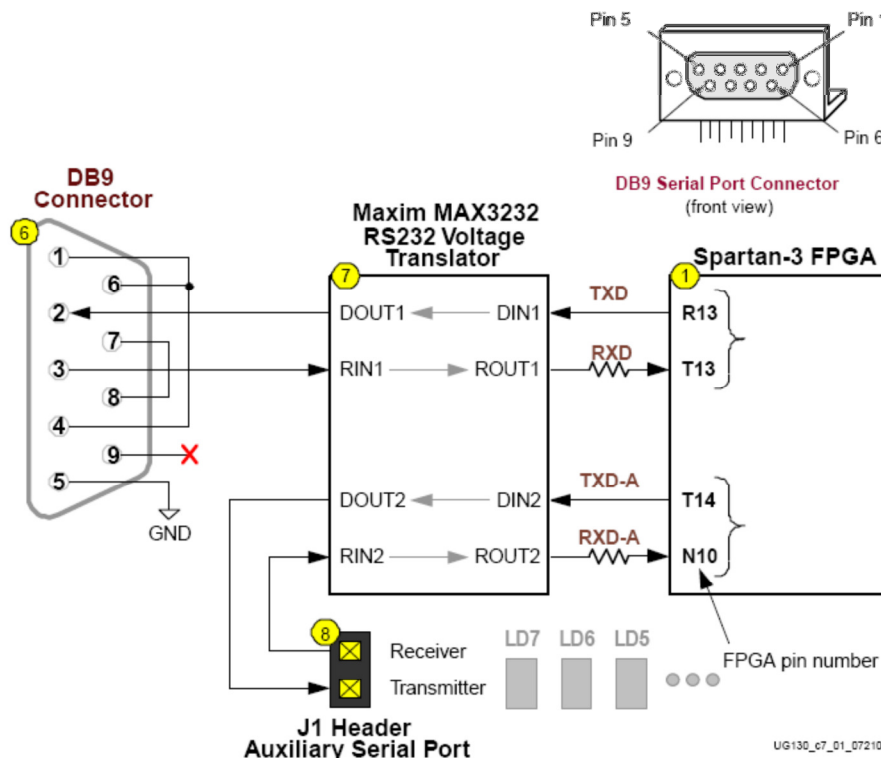

Figura 2. Conexión entre el puerto RS232 y la FGA
- La transmisión se realizará por el pin R13 de la FPGA: La conexión del puerto serie con la FPGA se representa en la Figura 2. Se puede observar que el pin de transmisión del conector DB9 (pin 2) está conectado a pin R13 de la FPGA a través del circuito integrado MAX3232. Dicho circuito integrado realizará la translación entre los 0-1.2V de tensión a la salida de la FPGA a los $\pm 15V$ requeridos por el estándar RS232.